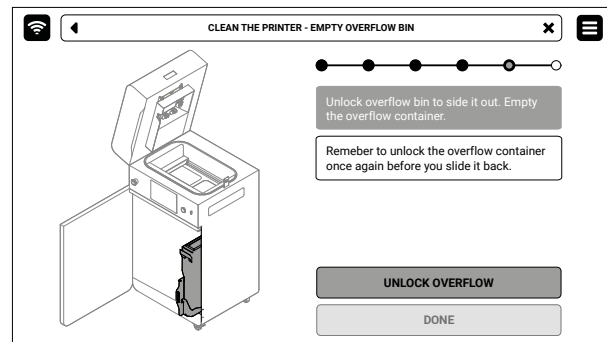

Abb. 9.5 Nicht vergessen! Overflow container auf dem Bildschirm entriegeln, bevor er herausrutscht.
2. Drücke die Taste **UNLOCK OVERFLOW**, um die elektronische Verriegelung zu entriegeln (Abb. 9.5).